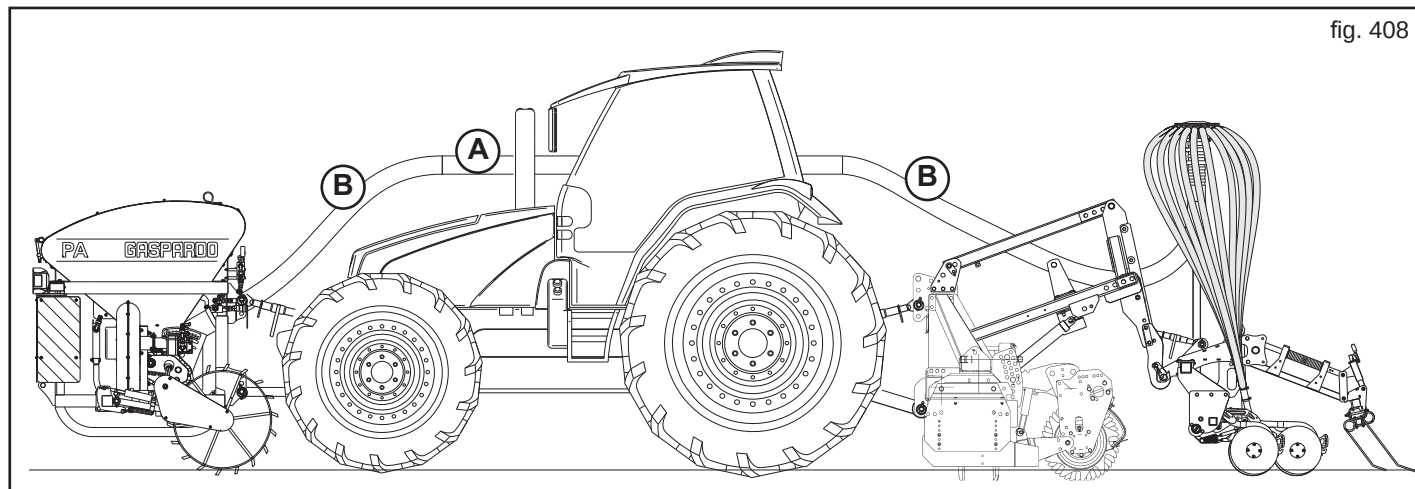

fig. 408
Le Fabricant fournit un tuyau rigide de Ø 150 mm à fixer au tracteur (A, Fig. 408). Raccorder les deux extrémités du tuyau rigide aux outils appliqués à l'avant et à l'arrière avec le tuyau flexible (B, Fig. 408). Eviter de former des courbes ou des étranglements (Fig. 410) qui pourraient provoquer des ruptures.
- 2) Régler le fin de course (A) Fig. 408 de l'attelage du semoir de façon à ce que la barre qui soutient les éléments de semis se trouve à environ 28÷31 cm du sol (Fig. 410), et qu'elle n'interfère pas avec le rouleau arrière de l'équipement.